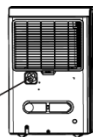
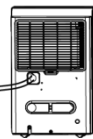

Fig. 9
Fig. 10
- Fjern plastlokket fra tappeuttaket bak på enheten og legg det til side, sett deretter inn tappeslangen gjennom tappeuttaket på enheten og før tappeslangen til gulvavløpet eller en egnet avløpsinnretning. (Se fig. 9 og fig. 10)